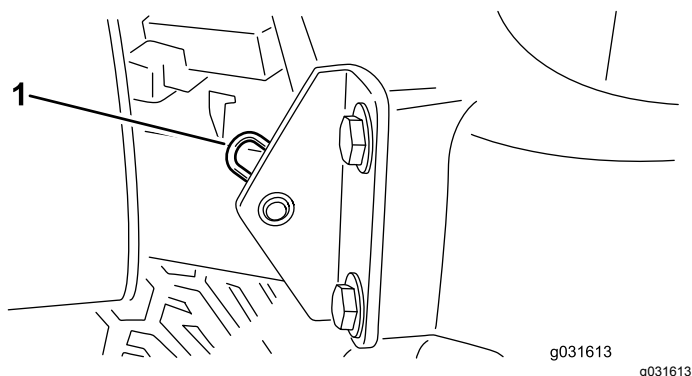

Figura 62
2. Retire el pasador que fija el pivote del capó a los soportes (Figura 62).